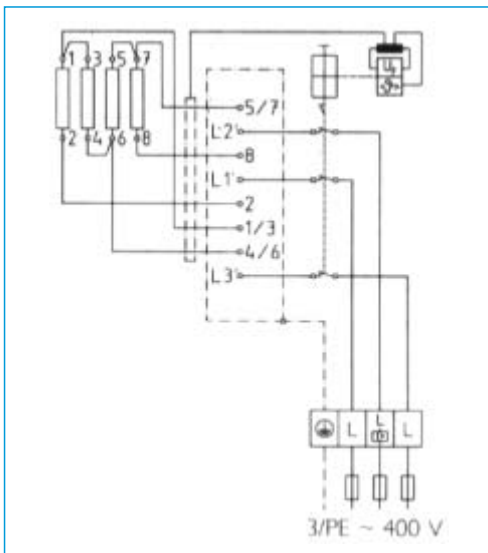
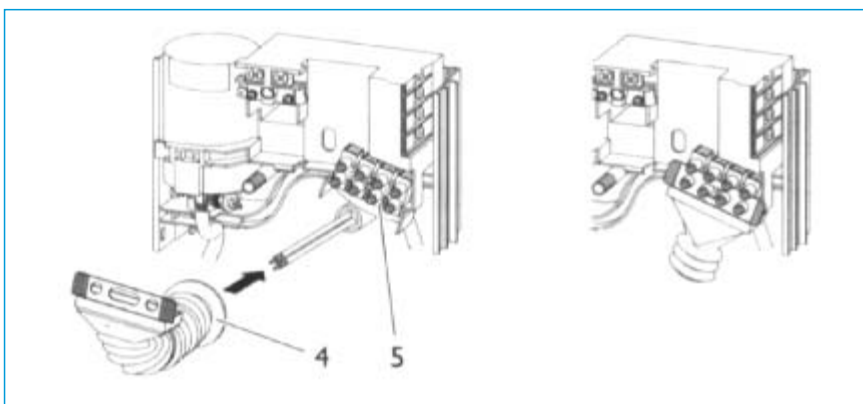

Fig. 16
Fig. 19
Conectar el calentador al conductor de protección (ver la fig. 16).
El aparato se entrega para realizar su conexión a la red en su parte inferior (fig. 19).
- ▶ ¡Para estanqueizarlo frente al agua del exterior se debe utilizar el manguito (pos. 4) incluido!
- ▶ Conectar el cable de red en la regleta de bornes (fig. 19, pos. 5), tal como se muestra en la fig. 16.
Realizar el conexionado eléctrico con arreglo a la fig. 16.